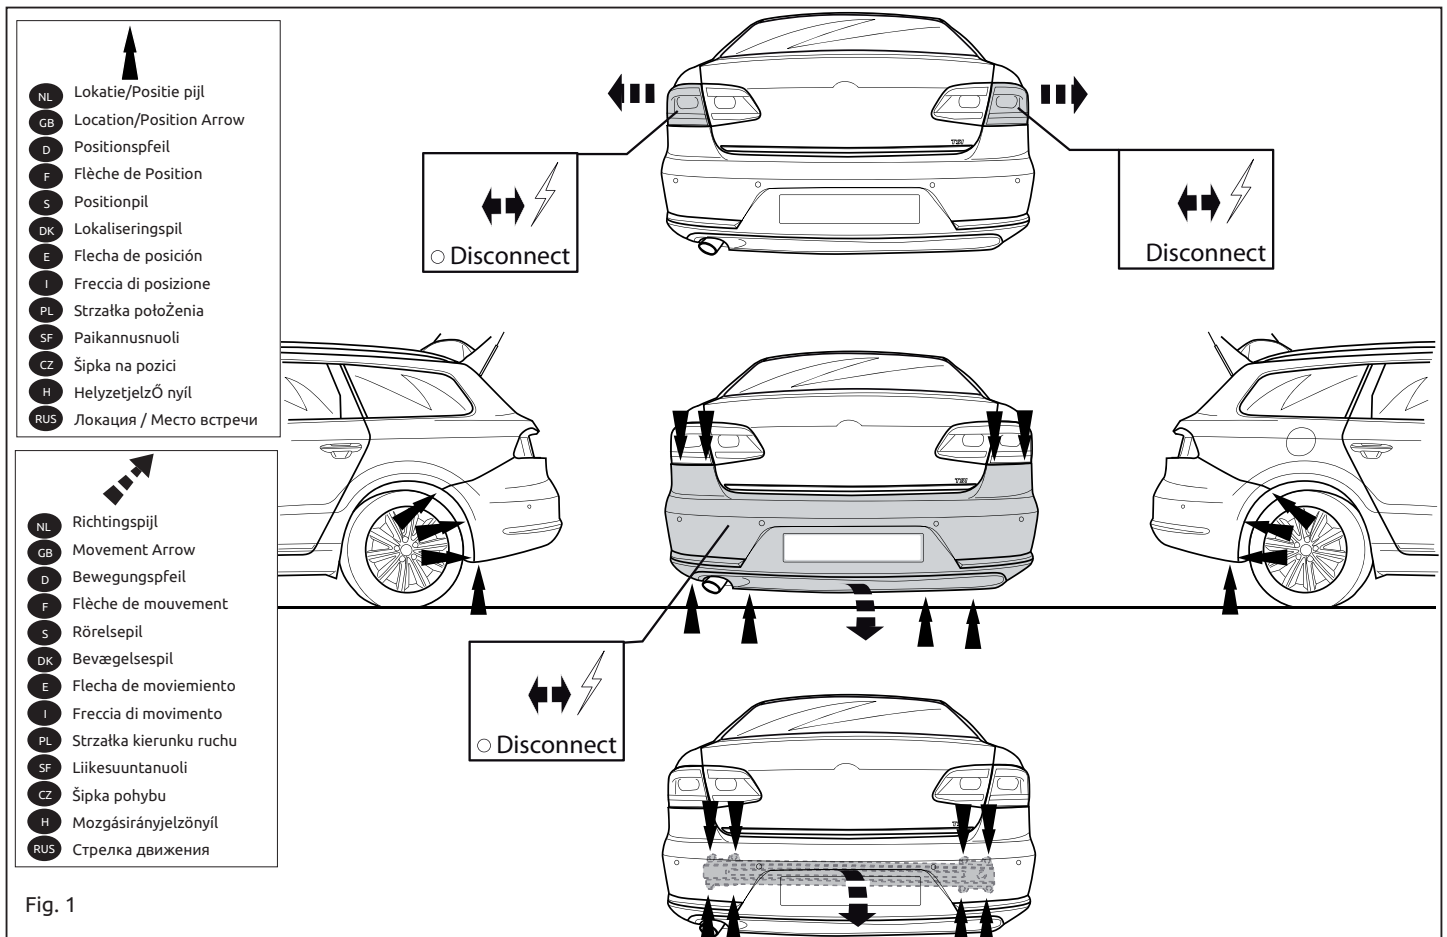

Fig. 1
1. Remove the bumper and the steel buffer beam from the vehicle. The buffer beam will no longer be needed. Replace the bolts. See figure 1.
1. Die Stoßstange einschließlich des stählernen Stoßbalkens vom Fahrzeug abmontieren. Der Stoßbalken wird nicht mehr benötigt. Die Schrauben wieder anbringen. Siehe Abbildung 1.
1. Déposer le pare-chocs du véhicule y compris la traverse en acier ; la traverse ne sera plus utilisée. Remettre les boulons de fixations en place. Voir la figure 1.
1. Demonter kofangeren, inklusive køretøjets stålstødbjælke. Denne bliver overflødig. Sæt bolte på plads igen. Se fig. 1.